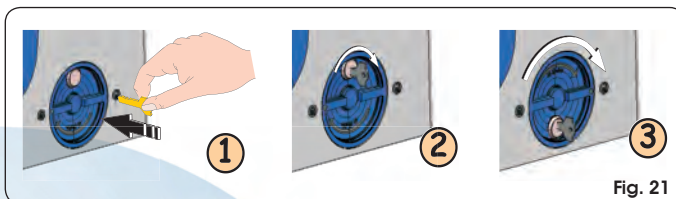

Fig. 21
1. Introduire la clé spéciale fournie dans la serrure, Fig. 21 Réf. ①, et la tourner en sens horaire d'après la Fig. 21 Réf. ②.
2. Tourner le système de déverrouillage en sens horaire d'environ 180°, d'après la Fig. 21 Réf. ③.